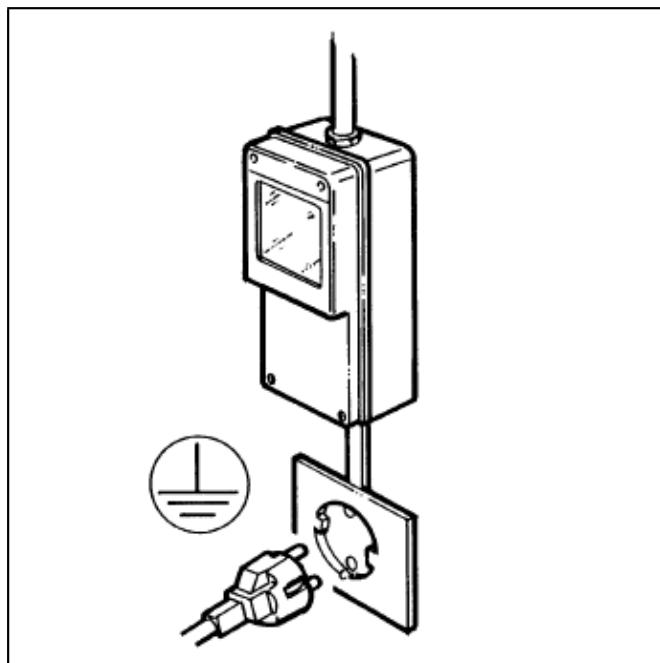

Рис. 3
- Удостовериться, что подсоединение осуществлено к электросети, имеющей эффективное заземление согласно действующими нормам безопасности (рис. 3).
- Для правильной и безопасной установки аппарата необходимо выделить отдельную розетку, управляемую термомагнитным прерывателем с расстоянием открытия контактов равным или превышающим 3 мм, соответствующую действующим нормам по безопасности (рис. 3).